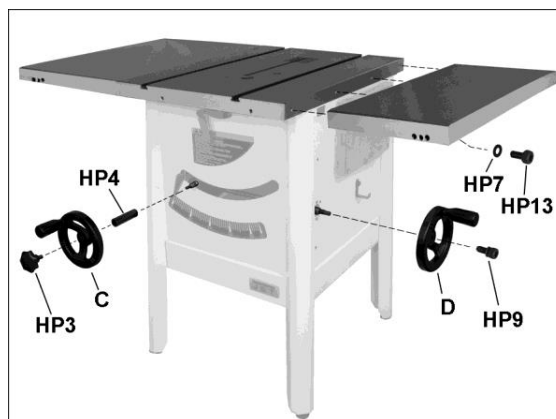

Рис. 5-4
См. Рис. 5-4.
1. Наденьте проставку (НР4, Рис. 5-4) на вал маховика с большим отверстием (С), который располагается с передней стороны станка. Совместите лыску отверстия маховика с лыской на валу.
3. Маховик с малым отверстием (D) наденьте на вал с правой стороны станка, выровняв лыску отверстия с лыской на валу.